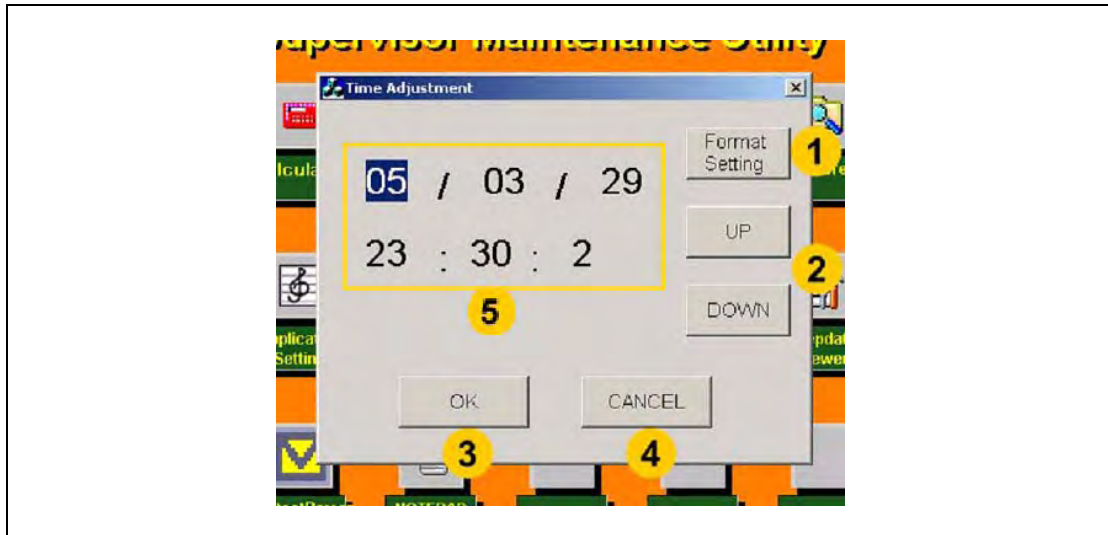

Abb. 6-138 Datum/Uhrzeit einstellen
Dient zur Einstellung der Systemzeit (Abb. 6-138, Seite 6-192). Selektieren des Tags, Monats, Jahres oder der Stunde, Minute, Sekunde durch anwählen des entsprechenden Feldes (5). Veränderungen des gewählten Eintrages mit den Bedienfeldern „UP/DOWN“ (2).